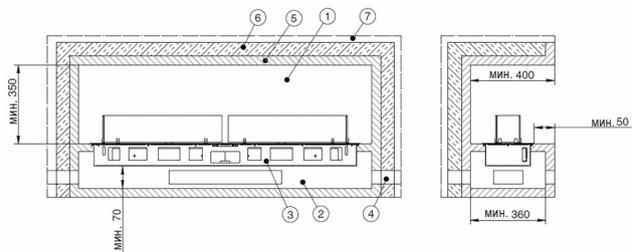

Рис. 29 Минимальные размеры топочной камеры
- В качестве изоляционных материалов используются маты, плиты или оболочки из силикатных изоляционных материалов (камень, шлак, керамические волокна) класса строительных материалов А1 в соответствии со стандартом DIN 4102, часть 1, с максимальной температурой не менее 700°C при испытании по DIN 52271 и с номинальной объемной массой 80 кг/м3. Они должны иметь соответствующий показатель теплоизоляции по AGI-Q 132 (указанная толщина теплоизоляции (рис. 29) указана для минеральной ваты по AGI Q 132).